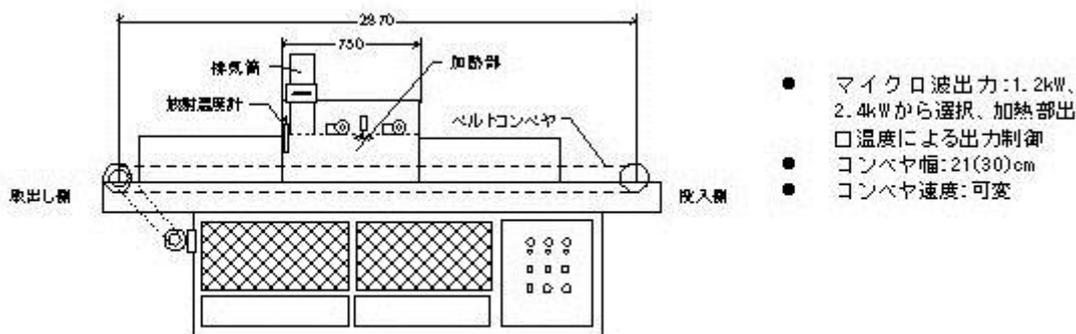

図1 マイクロ波加熱装置の概要
1. マイクロ波製茶では、生葉の蒸熱を行わず、ベルトコンベヤ式マイクロ波加熱装置に投入する。生葉の投入は、均質な加熱葉を得るためベルトコンベヤ上で重ならないよう散布して行い、マイクロ波加熱の後仕上げ乾燥を経て製品とする(図1)。